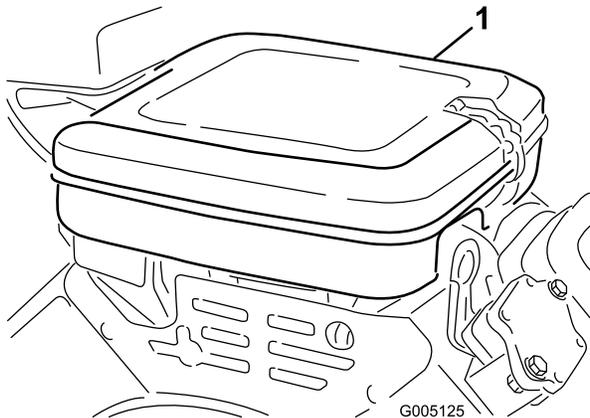

Figure 35
1. Nettoyez le couvercle du filtre à air (Figure 35).